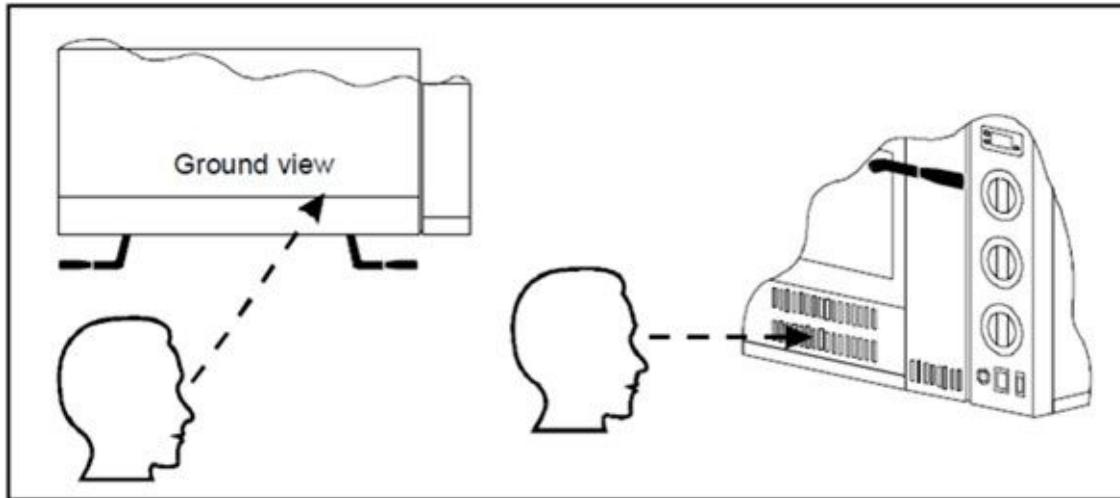

FIG.15
- 5) Ruotare la manopola della valvola principale di alimentazione del gas (fig.14-rif.4) nella posizione tenere premuta la manopola e contemporaneamente premere più volte l'accensione piezoelettrica della fiamma pilota (fig.14-rif.5). Non appena la spia si accende, rilasciare la manopola. Il pilota deve rimanere acceso se non si ripete l'operazione. La spia luminosa può essere comandata attraverso le aperture poste sul lato destro del pannello frontale (fig.3-rif.2) guardando verso l'interno osservando un'inclinazione di circa 45° verso destra (FIG.15);